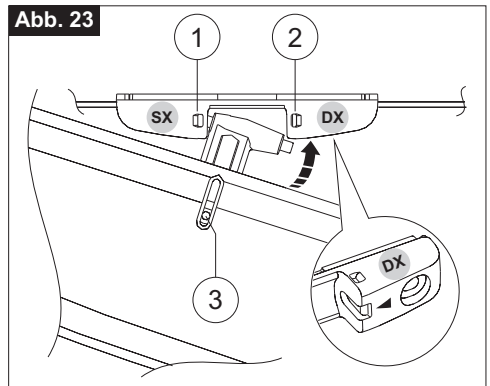

Abb. 24
- 11) **Abb. 24-** Mit den zwei standardgelieferten Schrauben (**Bez. 1**) den Stellantrieb am Fensterkupplungsbügel befestigen;